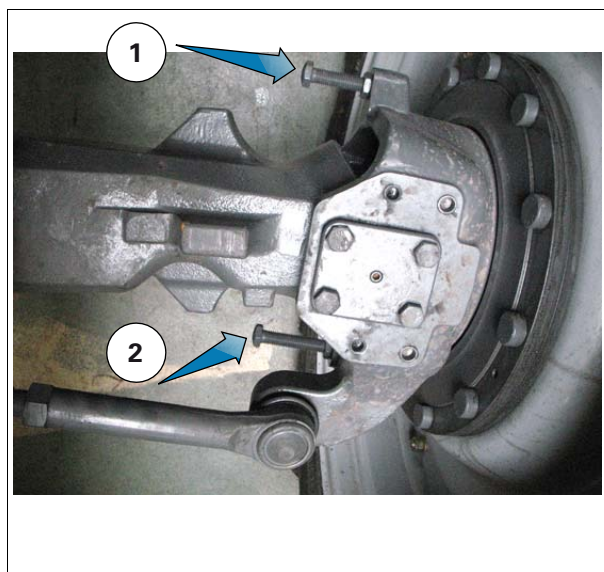

Рис. 4.
2. Заблокируйте колеса в правом положении и раскачивайте передний мост до тех пор, пока он не коснется правого гасителя колебаний рис. 4, передвиньте мост на максимальное расстояние от гасителя колебаний, чтобы отрегулировать задний правый ограничитель и установить минимальный зазор 40 mm между шиной и ближайшей деталью (напр.: кузова/навесного оборудования).